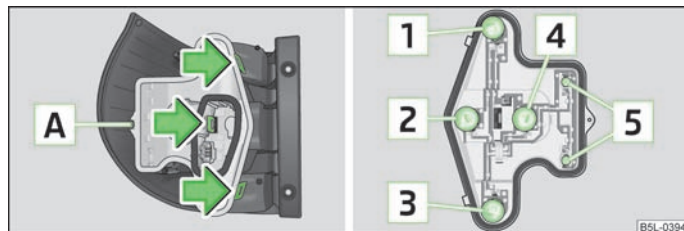

Fig. 174 Desmontaje de la parte central de la luz/luz trasera: asignación de bombillas
Resumen de la asignación de bombillas » fig. 174.
- Para alcanzar las lámparas, desenroscar el tornillo de seguridad [A] » fig. 174 con la llave Torx y presionar las tres pestañas de enclavamiento en dirección la de la flecha. Quitar el portalámparas de plástico.
- Para cambiar la lámpara [1], [2], [3] o [4] » fig. 174 girar el portalámparas hasta el tope **en el sentido contrario** al de las agujas del reloj y extraerla de la carcasa, o bien sacar la lámpara [5] del portalámparas.